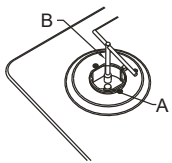

Fig 6
- Vervang injectoren door passende injectoren volgens tabel onderaan. (zie fig. 6).
Verwijder branderdeksele en ringen met dopsleutel "B", schroef Injector "A" los (zie fig. 6).